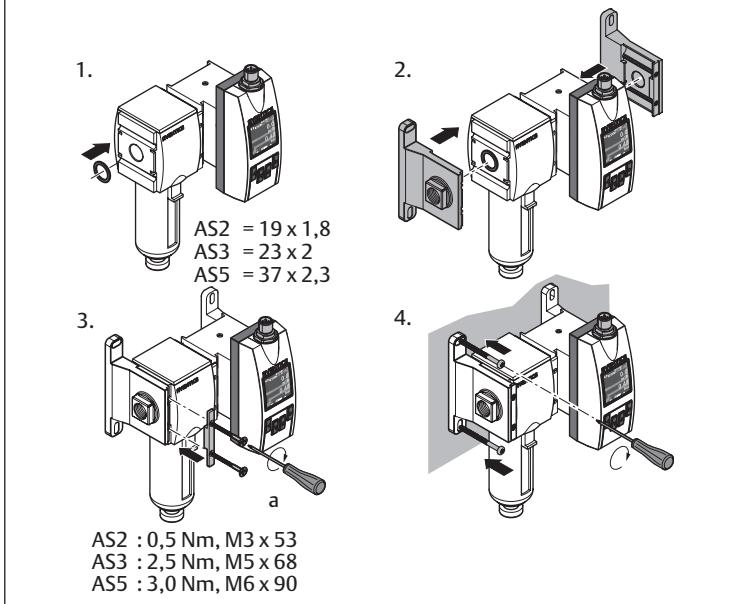

Рис. 6: Монтаж с комплектом для соединения в блок | W05
- Монтаж с комплектом для соединения в блок (без блока подготовки воздуха): см. → Рис. 6.